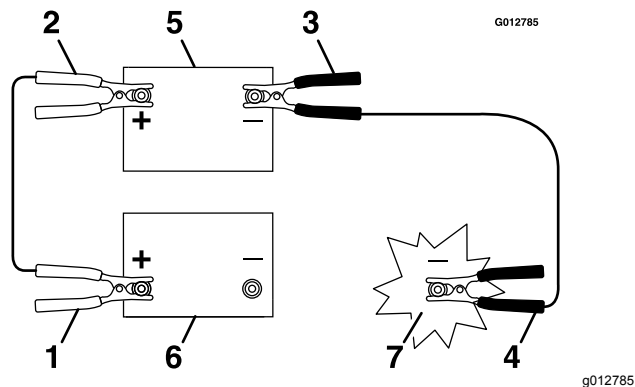

Figura 66
3. Conecte el cable positivo (+) al borne positivo (+) de la batería descargada que está conectado al motor de arranque o al solenoide, según se indica en Figura 66.